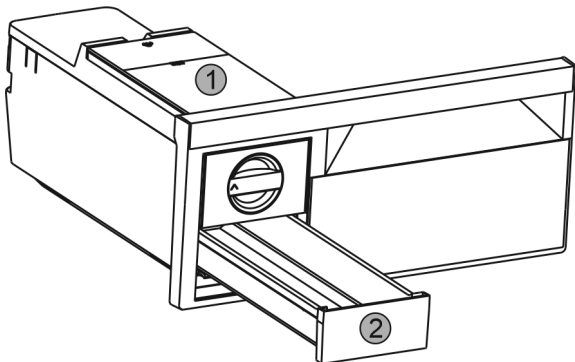

Fig. 47
- Odoberte nádržku na vodu Fig. 47 (1) a zásuvku na kocky ľadu Fig. 47 (2).